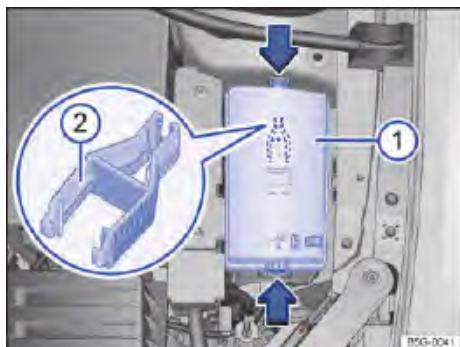

Fig. 210 En el compartimiento del motor: cubierta ① de la caja de fusibles con pinza de plástico ②.
- Presionar las trabas en el sentido de la flecha → **fig. 210** ①, para desbloquear la cubierta de la caja de fusibles.
En el lado interno de la cubierta de la caja de fusibles en el compartimiento del motor puede haber una pinza de plástico → **fig. 210** ② para retirar los fusibles.